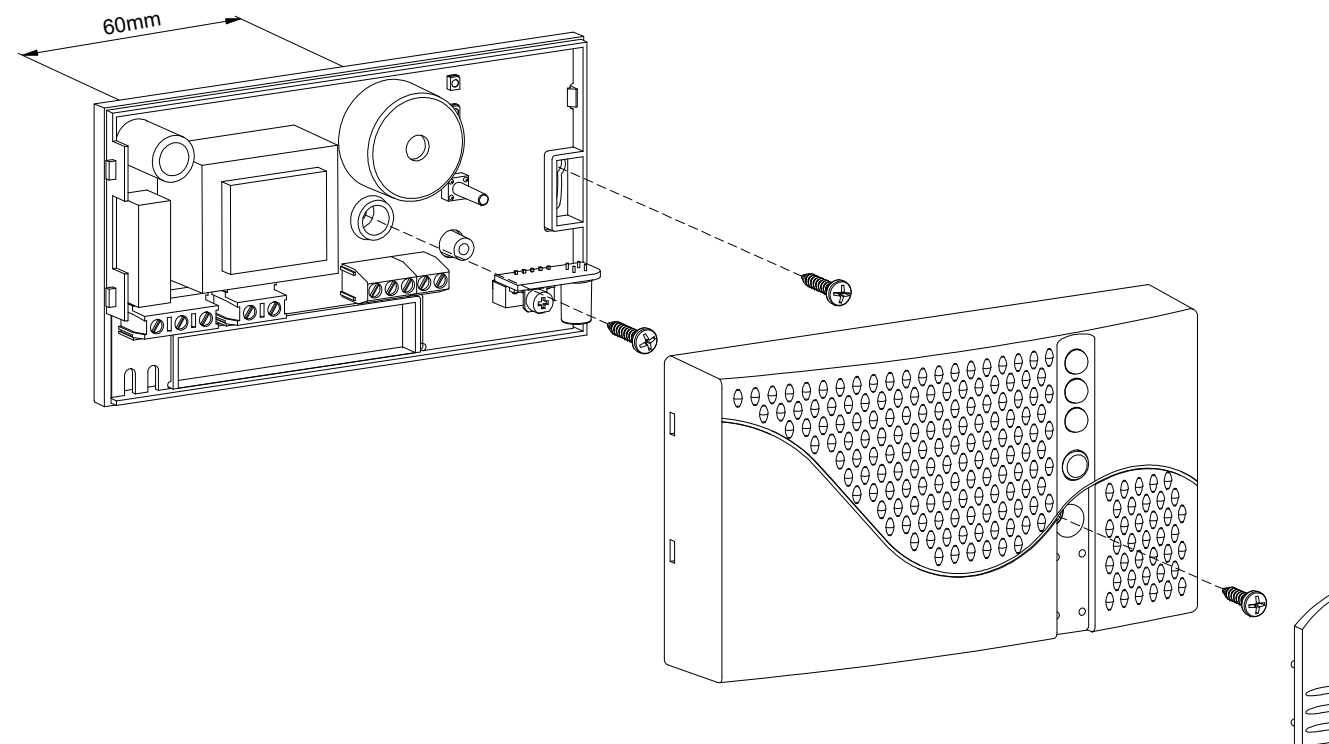

Fig. 2: Esempio di installazione di un SEGUGIO *plus* -
3. Rimuovere la calotta come indicato in Fig. 2: